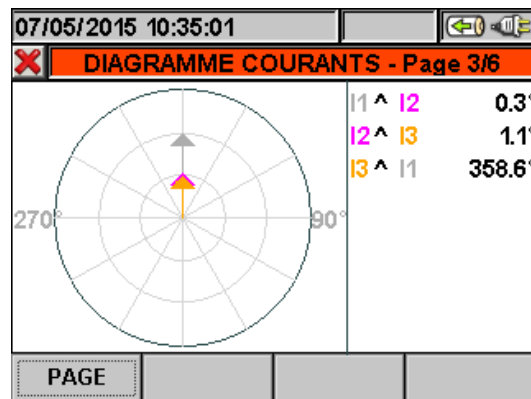

Fig. 49 : Diagramme vectoriel courants pour système 4 fils
- Le diagramme vectoriel des courants. La Fig. 49 montre le cas des systèmes 4 fils: